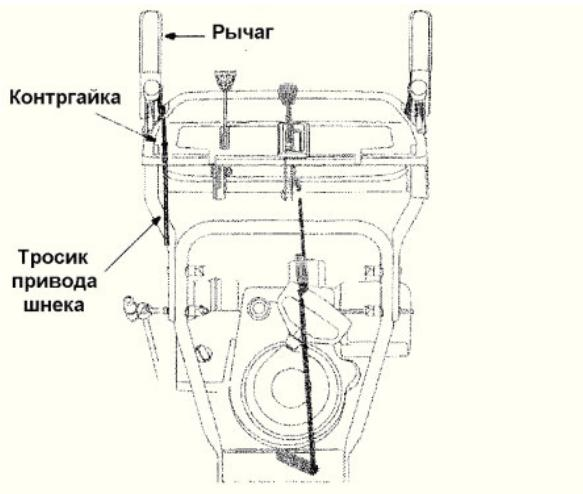

Рисунок 4
3. В том случае если требуется отрегулировать трос привода шнека – ослабьте контргайку и протяните трос вперед (в случае провиса) или вытяните его (если он слишком натянут). Смотрите рисунок 4.